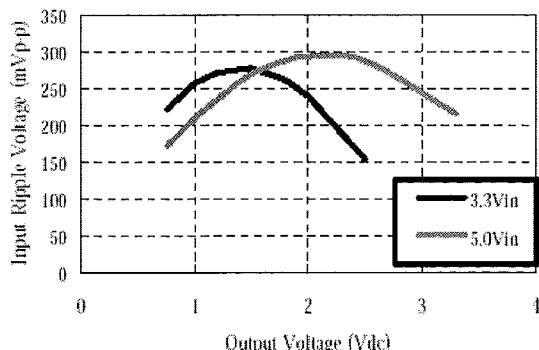

図6 Input voltage ripple VS Output voltage
入力電圧リップルを小さくする為、入力に付加するコンデンサ (Cin)は低ESRのポリマー又はセラミックコンデンサを勧めます。入力に付加コンデンサを実装した場合のInput Ripple Voltage(mVp-p)データを図6～8に示します。
- 1、 2 $\times$ 100 μ F タンタルコン // 47 μ F セラコン . . . 図6